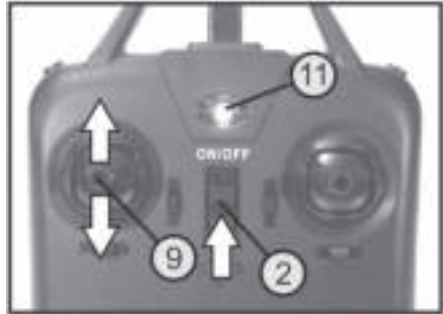

Figure 3
→ Lorsque l'alimentation électrique ne suffit plus au bon fonctionnement de l'émetteur, l'affichage LED rouge (voir figure 3, pos. 11) se met à clignoter lentement. En outre, l'émetteur émet de brefs signaux sonores à intervalles réguliers.